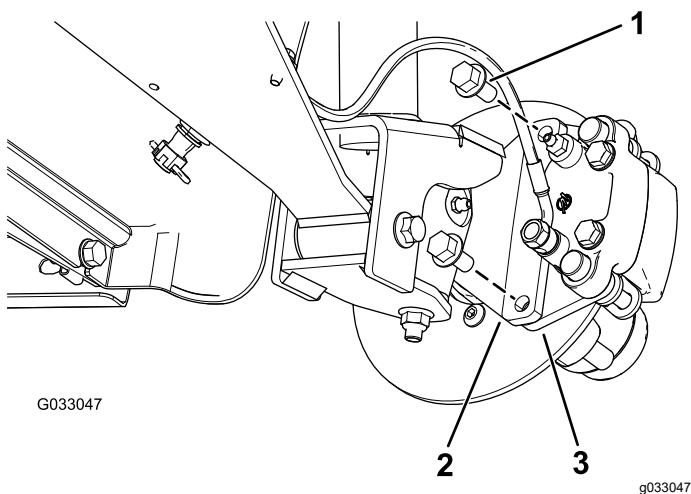
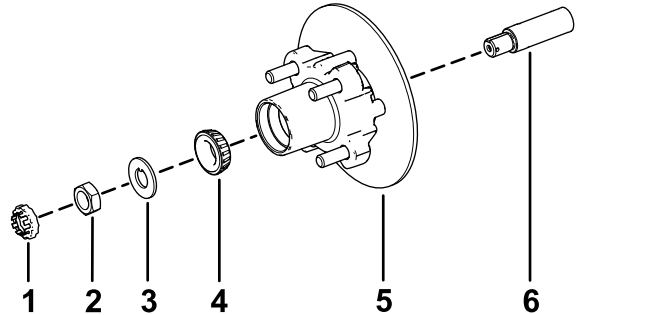

Figura 31
Figura 35
3. Retire los pernos con arandela prensada ($\frac{3}{8}$ " x $\frac{3}{4}$ ") que sujetan el soporte del conjunto de freno al eje y separe el freno del eje (Figura 31).
1. Aplique una ligera capa de grasa del tipo especificado en el eje (Figura 35).
2. Monte el cubo y el rotor en el eje con el rotor hacia dentro (Figura 35).
3. Monte el cojinete exterior en el eje y acople el cojinete al anillo de rodadura exterior (Figura 35).
4. Monte la arandela con pestaña en el eje (Figura 35).
5. Enrosque la tuerca en el eje y apriete la tuerca a 15 N·m, girando el cubo para asentar el cojinete (Figura 35).
2. Alinee las pastillas de freno en cada lado del rotor (Figura 31) y los taladros del soporte de la pinza con los taladros de montaje del freno de la mangueta (Figura 35).
3. Sujete el soporte de la pinza a la mangueta (Figura 31) usando los 2 pernos con arandela prensada ($\frac{3}{8}$ " x $\frac{3}{4}$ ").